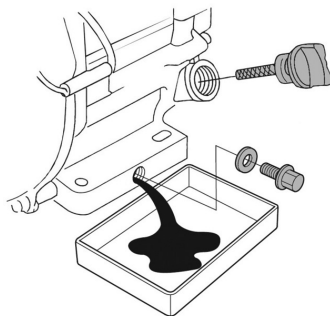

Рис. 10. Замена масла в двигателе
4. Очистите от загрязнений крышку-щуп и зону вокруг маслосазливной горловины. Извлеките крышку-щуп из маслосазливной горловины (Рис. 10) и протрите щуп чистой ветошью.
5. Открутите пробку для слива масла и слейте отработанное масло в подготовленную для этого емкость (Рис. 10).